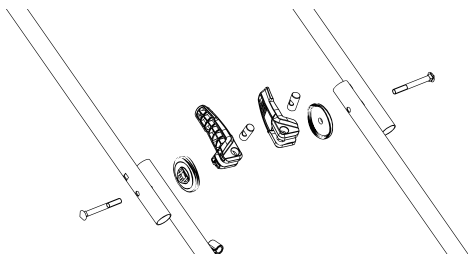

Fig. 2
- c. Combine el mango superior con el mango inferior. Como se muestra en el diagrama, pase el perno por los agujeros de ambos lados del mango superior, apriete manualmente el conjunto de montaje rápido a la posición adecuada y luego bloquéelo (no apriete en exceso). (Fig. 2)